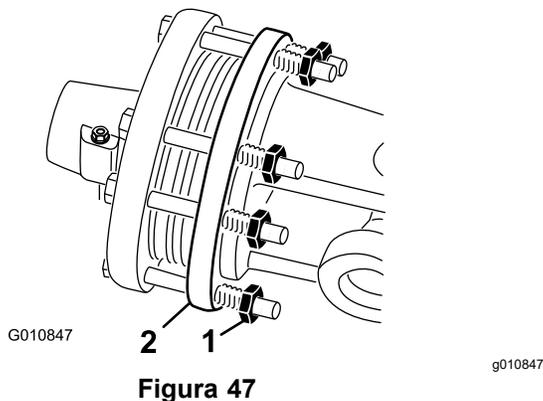

Figura 47
1. Al final de la temporada, desenrosque cada una de las tuercas del embrague 2 vueltas (Figura 47).